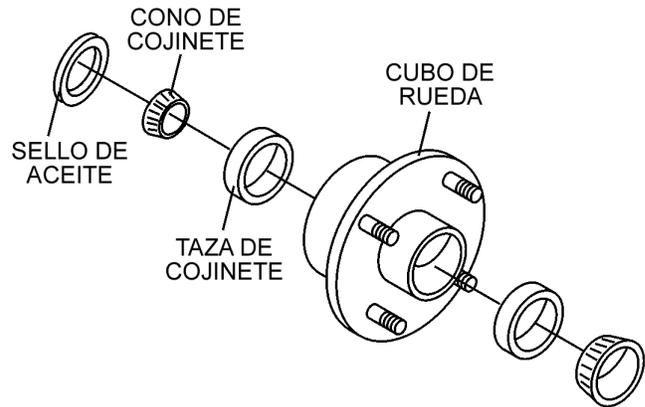

Figura 22. Cubo y cojinetes de ruedas
1. Cada 3 meses de operación, quite la tapa contra el polvo del cubo e inspeccione los cojinetes de las ruedas (Figura 22). Un vez al año, o cuando sea necesario, desarme los cubos de las ruedas, quite la grasa vieja y reengrase los cojinetes forzando la grasa entre los rodillos, el cono y la jaula usando una grasa de cojinetes de ruedas de alta velocidad de buena calidad (no use nunca una grasa más pesada que la de penetración 265 ASTM ("N° 2").
2. Llene de grasa el cubo de la rueda (Figura 22) hasta el diámetro interior de las cubetas exteriores y llene también la tapa de grasa del cubo. Rearme el cubo y monte la rueda. Apriete después la tuerca de ajuste, y al mismo tiempo gire la rueda en ambos sentidos, hasta que haya una ligera adherencia para asegurarse de que todas las superficies de los cojinetes estén en contacto.